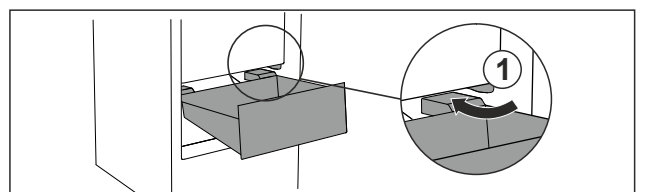

Fig. 87
- ▶ Ghidați sertarul oblic în jurul opritorului Fig. 87 (1).